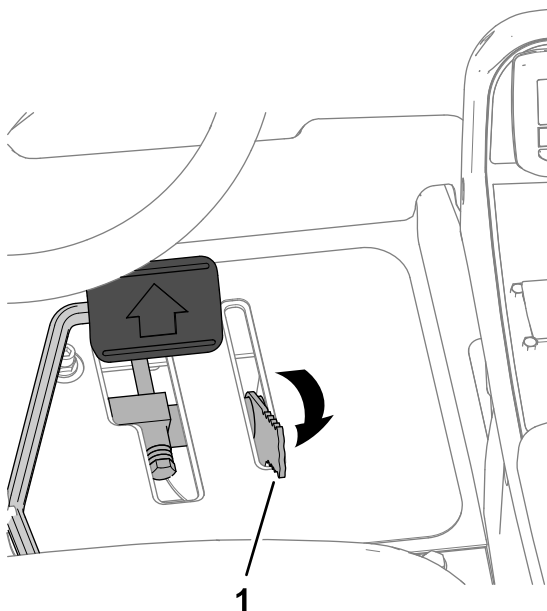

Figura 58
3. Deplasai maneta limitatorului vitezei de cosit spre spate, în poziția COSIT (Figura 58).